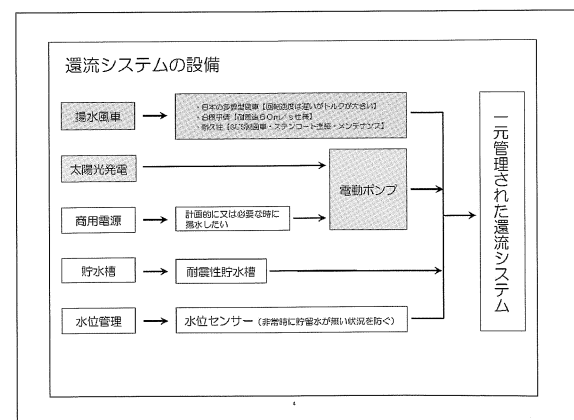

図3：還流システムの設備
(1) 還流システムの設備
還流システムは、①多翼型揚水風車②太陽光発電③商用電源制御④雨水貯水槽⑤貯水槽内水位管理システムの5項目の要素から成ります (図3：還流システムの設備)。まず、敷地内の雨水が地下貯水槽に流れます。風があるときは風車が回転し、その回転運動をピストン運動に変換してポンプを上下に動かし揚水します。